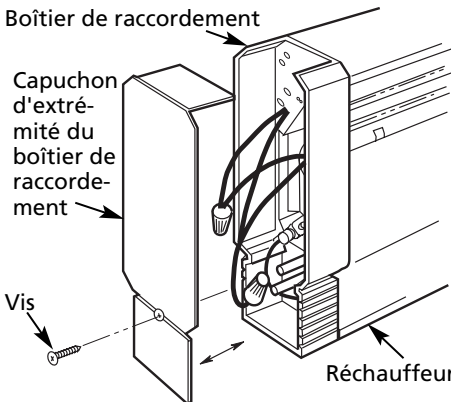

Figure 4 - Retrait du capuchon d'extrémité
3. Enlever le capuchon d'extrémité du boîtier de raccordement en dévissant la vis située à l'extrémité du radiateur et en faisant glisser le capuchon vers l'extérieur du radiateur (Figure 4).
2. Enlever le capuchon d'extrémité du boîtier de raccordement sélectionné (Figure 4, page 3) et jeter, conserver la vis.